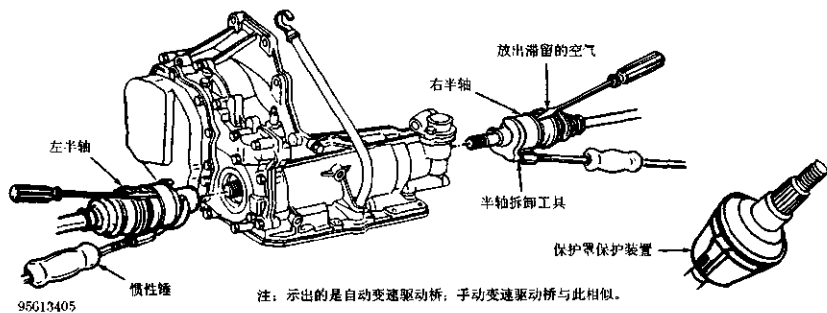

图 3-4 从变速驱动桥上拆卸半轴
③ 将放油盘放在变速驱动桥下面。对于 3T40 变速驱动桥，用惯性锤与半轴拆卸工具 (J-33005) 从变速驱动桥上拆下左和右侧半轴 (图 3-4)。对于 4T60-E 变速驱动桥，用惯性锤与半轴拆卸工具 (J-33008) 从变速驱动桥上拆下右半轴。用旋具或撬棒，在内侧等速万向节槽上将左半轴从变速驱动桥上撬下。通过转向节取下半轴。
①用维修工具包中约一半的润滑脂涂抹在等速万向节壳上。另一半润滑脂涂在保护罩内。将小卡箍和保护罩安在半轴上(若已拆下)。把隔圈经过槽口滑到半轴上。把三球销滑到半轴上。将三球销安装在原来的位置上(解体中已做出标记)。
②安装三球销紧固弹簧挡圈。滑动三球销使其抵靠在弹簧挡圈上, 将隔圈安装在槽内。将等速万向节壳滑到三球销总成上。把保护罩置于外壳上。用钝头旋具将保护罩的大端隔离密封部位放出滞留的空气(图3-4)。